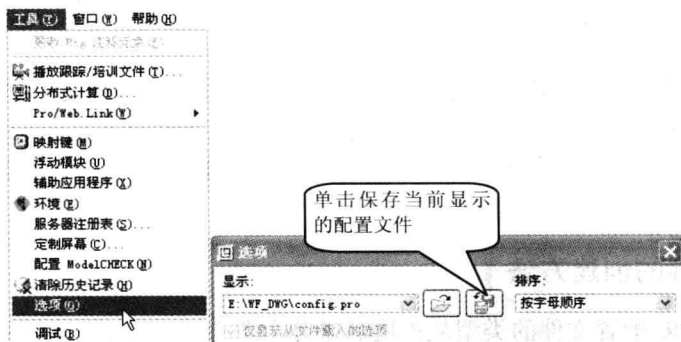

图 1-10 【选项】对话框
STEP 2 运行 Pro/ENGINEER Wildfire 5.0, 选择【工具】|【选项】命令, Pro/ENGINEER 系统弹出【选项】对话框, 如图 1-10 所示。